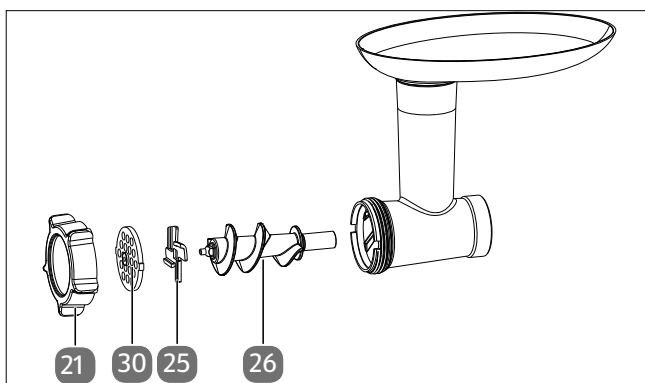

Fig. 12 – Accessori per tritacarne
- ▶ Assemblare il tritacarne con i relativi accessori nell'ordine indicato nella figura riportata sopra (vedere Fig. 12).